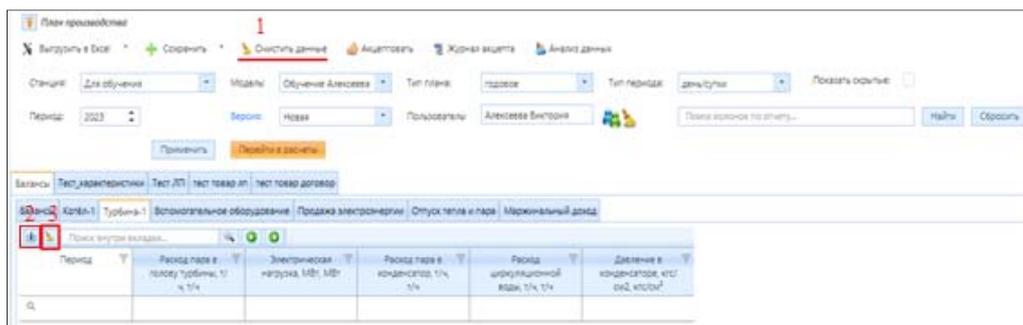

Рисунок 4.5.41 – Кнопка «Сброс всех фильтров и сортировок на активной вкладке» в плане производства
Кнопка (1) «Очистить данные» (рис. 4.5.41) позволяет стереть все данные отчета. Если пользователя не устраивают настройки одной конкретной вкладки, он может стереть их при помощи кнопки (3) над шапкой сформированной таблицы (рис. 4.5.41).
Кнопка (2) «Выгрузить в Excel» (рис. 4.5.41) позволяет выгрузить активную вкладку в Excel.
Кнопка «Анализ данных» позволяет визуализировать полученную при расчете плана информацию. Для этого необходимо заполнить форму ввода и провести расчет в подразделе «Расчет плана» (если до этого расчет не проводился). После этого в подразделе «План производства» нужно указать необходимые параметры (каким образом, описано выше) и нажать на кнопку «Применить» (рис. 4.5.41). После загрузки Формы отчета нажать на кнопку «Анализ данных» (рис. 4.5.41). На основе полученных в результате расчета данных можно строить графики в возникшем при нажатии кнопки «Анализ данных» (рис. 4.5.41) окне.
Если необходимо внести какие-либо изменения в исходные данные в форме ввода, нажмите кнопку «Перейти в расчеты» (рис. 4.5.41), внесите требуемые изменения и перезапустите расчет. Его результаты появятся в подразделе «План производства».